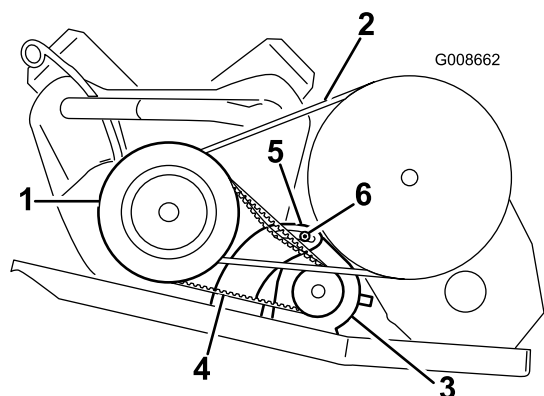

Figure 47
2. Desserrez l'écrou de pivot du démarreur-alternateur (Figure 47).
4. Inclinez le démarreur dans l'encoche jusqu'à ce que la courroie présente une flèche de 6 mm quand une force de 44 N est exercée (Figure 47).
5. Serrez l'écrou du démarreur-alternateur et enlevez le levier (Figure 47). Serrez l'écrou à un couple de 88 à 115 Nm.